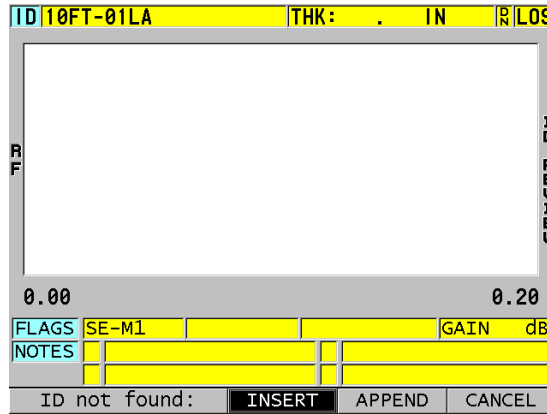

Figura 11-29 Mensagem quando o ID editado não está no banco de dados
6. Quando o ID editado não estiver no banco de dados, a mensagem da barra de texto de ajuda mostrada na Figura 11-29 na página 230 é exibida; selecione **INSERT** (INSERIR) para inserir o novo ID antes do ID ativo.